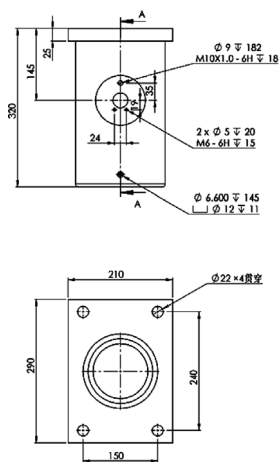

图 7-103 添加孔标注
STEP 6 单击“注释”工具栏中的“孔标注”按钮, 分别选择如图 7-103 所示位置的孔, 并向外拖动, 创建孔标注。